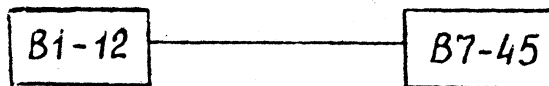

Рис.9.1
1) собрать схему измерений в соответствии с рис. 9.1;